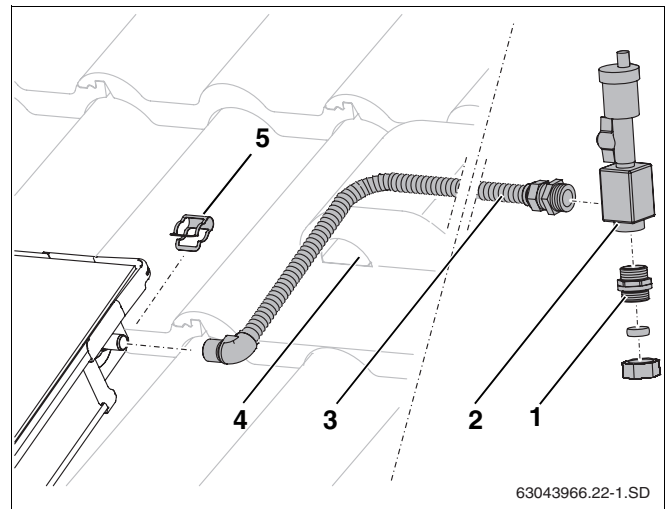

Fig. 55 Montaje del purgador por debajo del tejado
- ▶ Coloque el tubo de conexión (fig. 55, **pos. 3**) en la conexión de impulsión del campo de colectores y fíjelo con una abrazadera (fig. 55, **pos. 5**).
- ▶ Introduzca el tubo de conexión junto con el cable de la sonda a través de la teja de ventilación (fig. 55, **pos. 4**) y del aislamiento del tejado.
- ▶ Enrosque firmemente el tubo de conexión (fig. 55, **pos. 3**) y el casquillo doble (fig. 55, **pos. 1**) en el acumulador de aire (junta tórica).
- ▶ Conecte el tubo colector al casquillo doble con rosca de conexión (fig. 55, **pos. 1**).